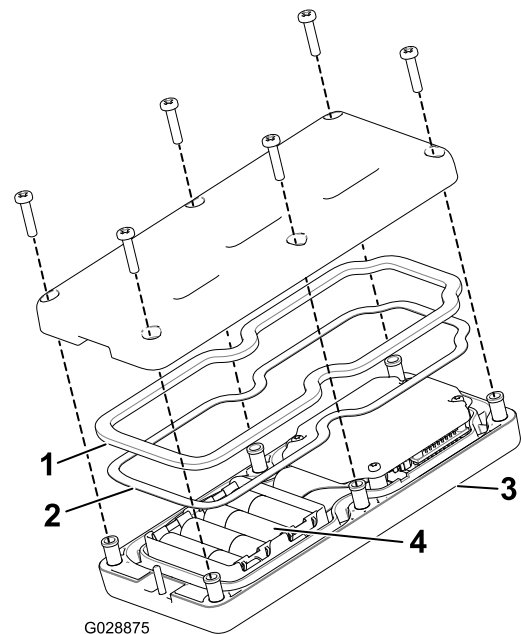

Bild 12
2. Legen Sie jede Batterie in ein Batteriefach ein und achten Sie auf die richtige Polarität. (Wenn die Batterien falsch eingelegt sind, wird das Gerät nicht beschädigt; es funktioniert jedoch nicht.) Das Fach hat Polaritätsmarkierungen für jeden Anschluss (Bild 12).
3. Stellen Sie sicher, dass die Stahldichtung und die Gummidichtung im Kanal in der Fernbedienung liegen und setzen Sie die Rückabdeckung auf (Bild 12).
4. Befestigen Sie die Abdeckung mit sechs Schrauben (Bild 12) und ziehen sie bis auf 1,5-1,7 Nm an.